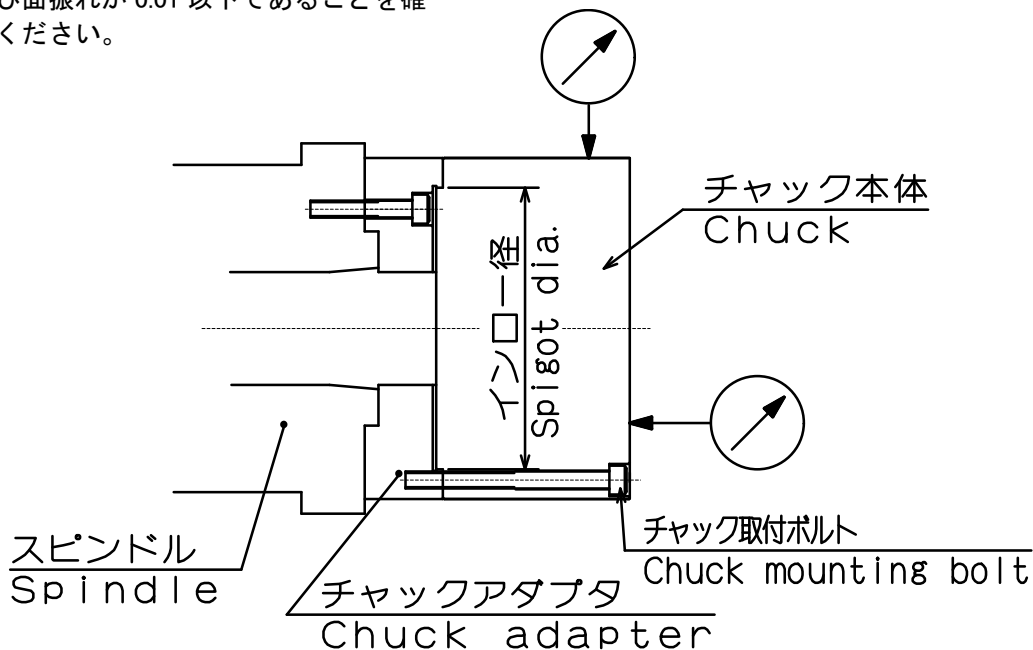

図4 Fig.4
- ① 作業前に必ず機械の主電源を切ってください。
- ② スピンドルにチャックアダプタを取り付けてください。
- ② チャック取付ボルトで、KPCチャックを取り付けてください。
- ④ 図4のように、スピンドルを手で回し、外周および面振れが0.01以下であることを確認してください。